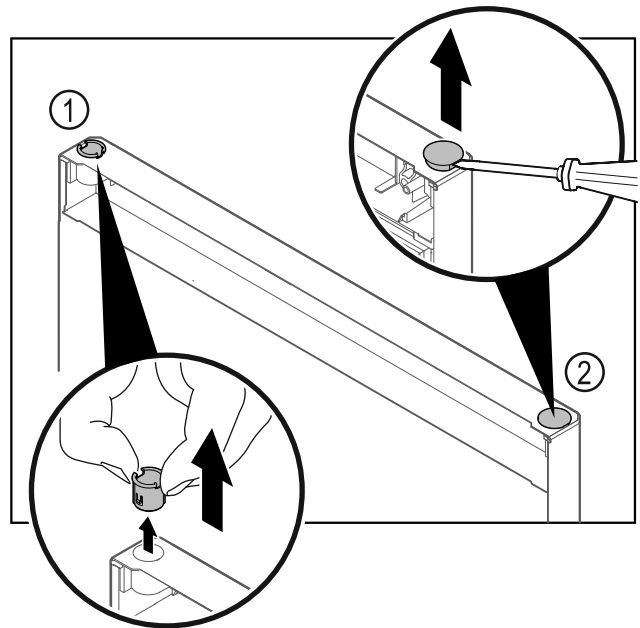

Fig. 26
- ▶ Vedä saranaholkki Fig. 26 (1) sormin pois.
- ▶ Kohota suojanastaa Fig. 26 (2) varovasti talttaruuvimeis- selillä ja vedä se pois.